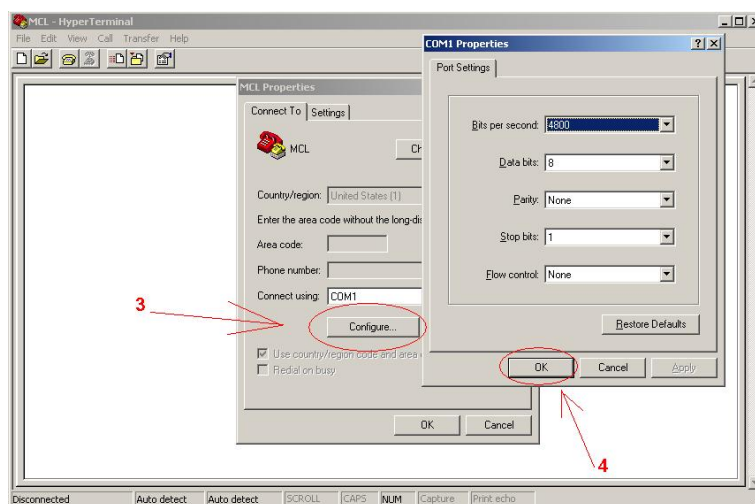

Рис.6.6
3. Нажмите кнопку „Configure“ как изображено на рис.6.6;